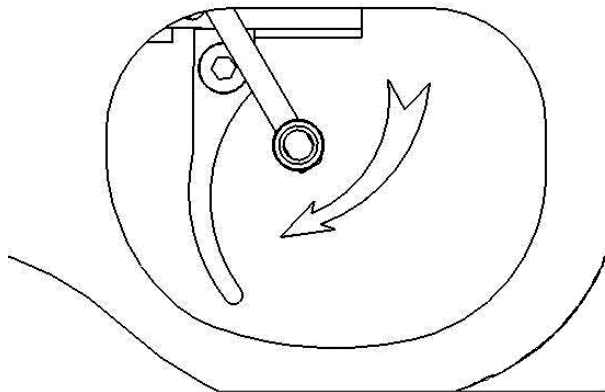

Рисунок 9.
7. Указательным пальцем движением «на себя» включить предохранитель (рисунок 9). Если предохранитель *не включается* – то это значит, что винтовка *не взведена* и *выстрел невозможен*.